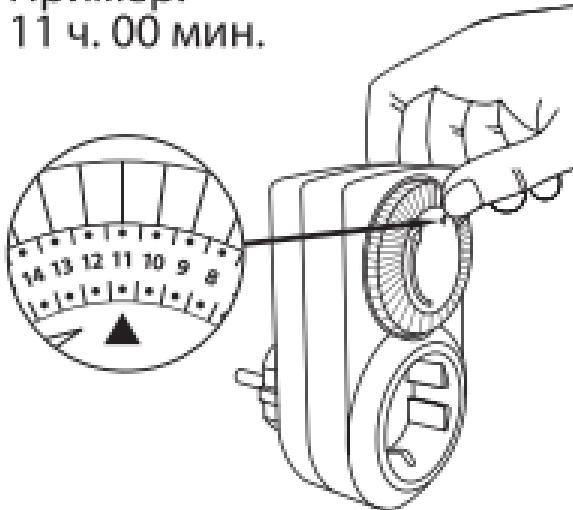

Рисунок 2. Установите текущее время
5.2. Установите текущее время, для этого поверните диск таймера по часовой стрелке до совмещения указателя Δ во внутреннем круге с текущим значением времени (Рисунок 2). Следует учесть, что время можно установить только прибли-